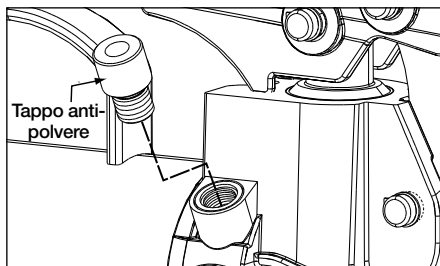

Figura 13, Valvola di scarico (P-77, P-80, P-801 e P-84)
- Sui Modelli, P-77, P-80, P-801 e P-84, la valvola di scarico è posizionata sul fianco della testa della pompa. Vedere la Figura 13.